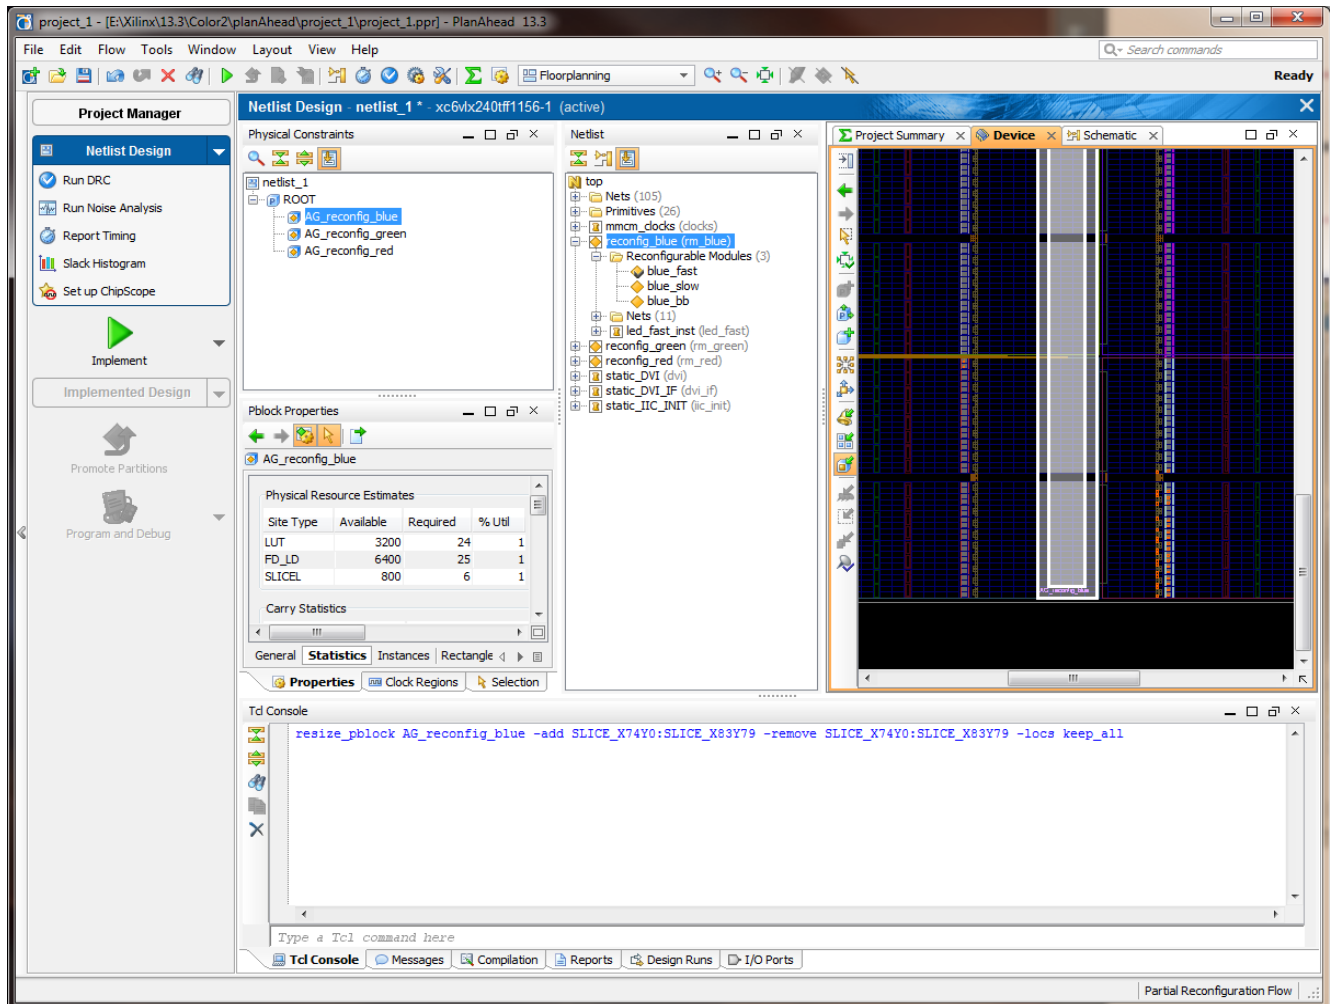

図 4-15 : リンコンフィギャラブル パーティションの Pblock の描画
1. 68 ページの図 4-15 に示すように、[Physical Constraints] ビューで定義する Pblock を選択して、[Set Pblock Size] ボタンを使用できるようにします。